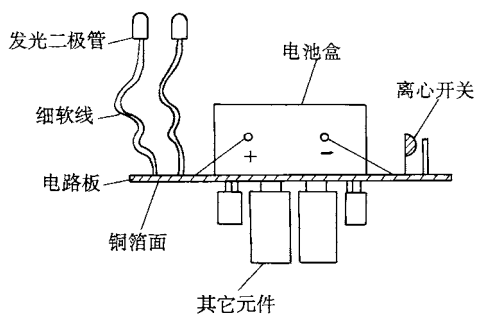

图 2-13
(13) 将两个发光二极管 VD1、VD2 的引脚分别接上一定长度的细软引线，并将引线从电路板的非铜箔面穿过小孔焊入电路，注意其正、负极不要弄错。各元器件分处于电路板的上、下两面(见图 2-13)。